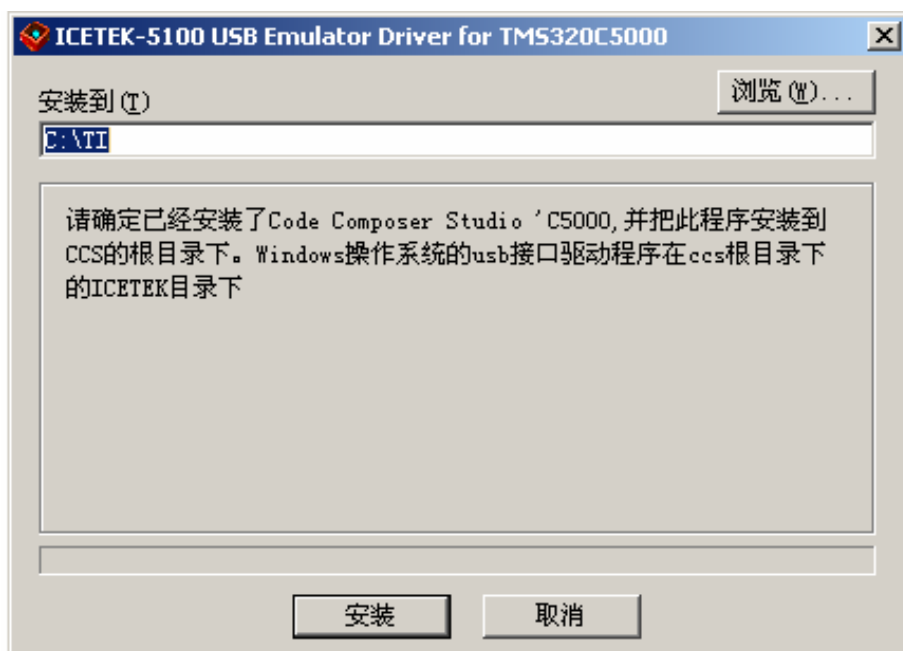

图 4.6 开发软件 USB 开发系统驱动安装示意图 1
- A. 请打开安装光盘的“开发软件驱动”目录，所有的开发软件驱动都放在这个目录下。请选择“USB/”目录下的 usbdrv54.EXE 文件，双击后如图 4.6：